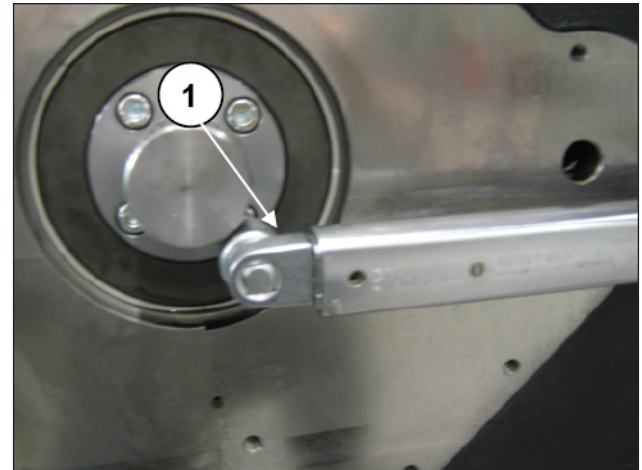

Abb. 123
Setzen Sie die Passfeder in ihren Sitz am Schaft der Ölpumpensteuerung (Pos. ①, Abb. 123).